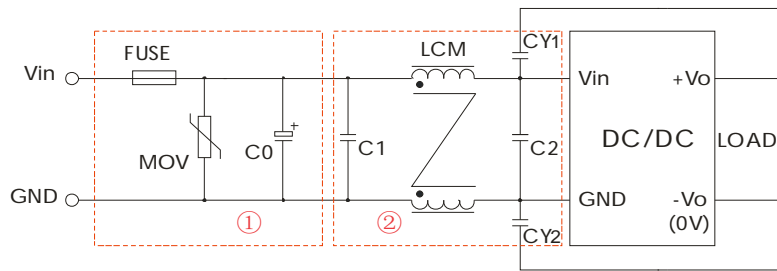

图 3
辐射骚扰	CISPR22/EN55022 CLASS B (推荐电路见图 3-②)
脉冲群抗扰度	IEC/EN61000-4-4 ±2KV (推荐电路见图 3-①) perf. Criteria B
浪涌抗扰度	IEC/EN61000-4-5 ±2KV (推荐电路见图 3-①) perf. Criteria B